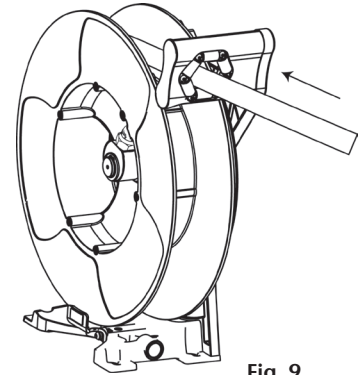

Fig. 9
5. Pull the hose hard enough to release the latch, and slowly allow the hose to retract (fig. 9).
5. Libérer le cliquet tirant doucement sur le flexible et rembobiner lentement et complètement le tuyau en l'accompagnant (fig. 9).
5. Libere el trinquete y acompañe lentamente la manguera al recogerse (fig. 9).